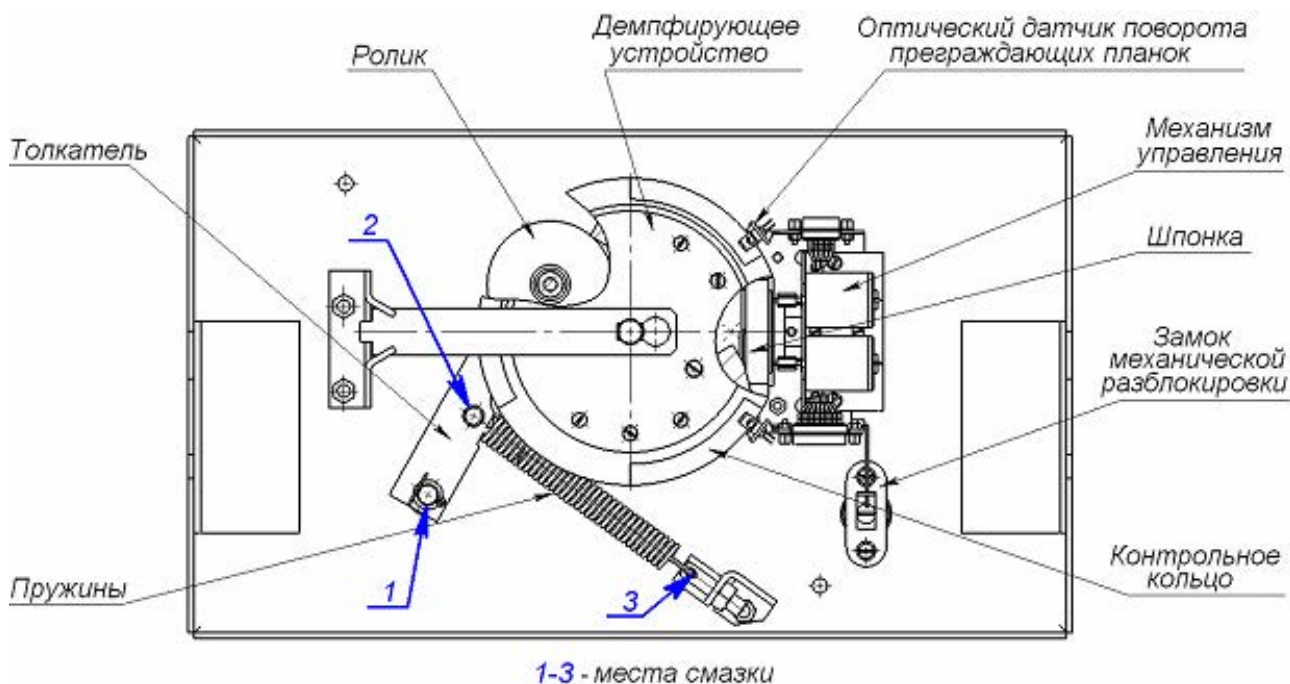

Рисунок 17 Расположение внутренних деталей и узлов механизма турникета
2. Снимите крышку (3) в порядке, указанном в разд. 6;
4. Осмотрите устройство доворота (толкатель, пружины и ролик), оптические датчики поворота преграждающих планок и демпфирующее устройство (см. рис. 17);
- четыре втулки на устройстве доворота – две на оси вращения толкателя и две на оси крепления пружин, а также отверстия в деталях крепления пружин, по две - три капли масла в каждое место смазки (места смазки указаны на рис. 17); не допускайте попадания смазки на поверхность кольца контрольного и на ролик;
- механизмы секретности замка механической разблокировки (7) и замка крышки (4) со стороны замочной скважины;
11. Проверьте крепление преграждающих планок (5), для этого:
- отверните отверткой винт М4х25 крепления крышки (6) и снимите крышку;